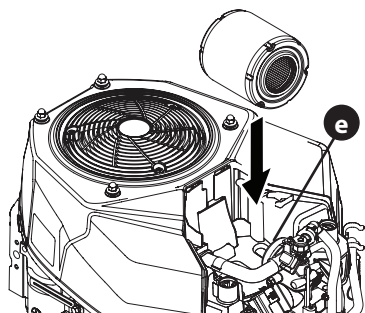

Figure 12
6. Attachez le nouveau filtre à air avec l'élément en mousse en alignant le trou du filtre à air avec le collecteur d'admission (e) (Figure 12).